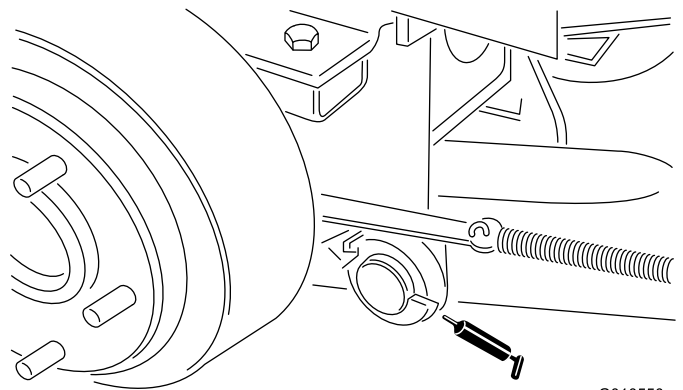

Bild 14
- Lagerbolzen am rechten und linken Hubarm (Bild 14)